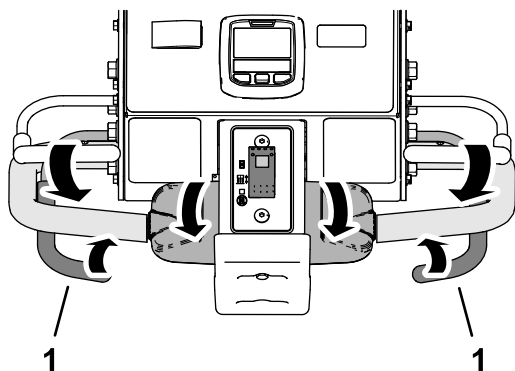

Figura 94
3. Cierre la izquierda o la derecha de la barra de aireación (Figura 94).